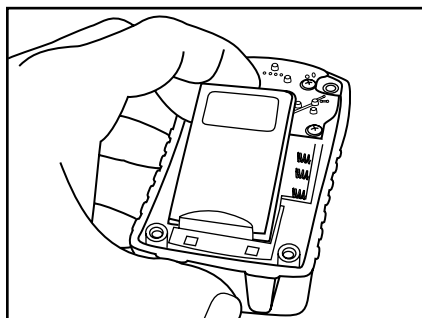

Fig. 33
3. Remova a bateria de lítio deslizando-a na direção da parte inferior do detector e puxando-a para fora, ou remova as baterias AAA da moldura (Fig. 33 e 34).